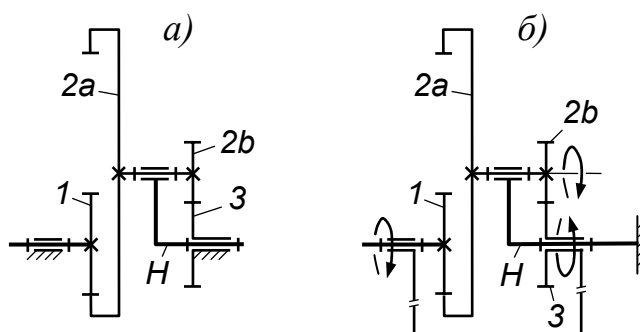

Рис. 5. Планетарная передача:
Пример. Требуется определить передаточное отношение  $u_{1,H}$  для механизма, показанного на рис. 5, а.
Согласно формуле (3),  $u_{1,H} = 1 - u_{1,3}^{(H)}$ . Для определения  $u_{1,3}^{(H)}$  переставим механизм на водило (рис. 5, б). В результате перестановки механизм превратился в передачу с неподвижными осями колёс. Для такой передачи